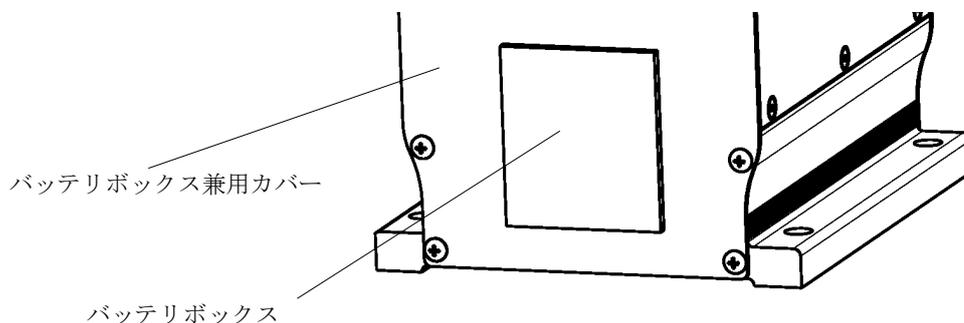

図 5.1 バッテリーボックス配置図
- 4) バッテリーボックス兼用カバー（図 5.1 参照）を外してください。下記の写真のようにコネクタを引っ張り出し、テストの端子を当て電圧を測定し、電圧が 4.5V 程度あることを確認してください。電圧が低い場合は嵌合不良の可能性があります。バッテリーを一度取外し、バッテリーボックスのバッテリーが接触する金具をウェスで拭き、再びバッテリーを戻してください。再びテストで測定を行い電圧が 4.5V 程度であれば手順 3) を再び行って下さい。またこの時、コネクタを外さないように注意して下さい。